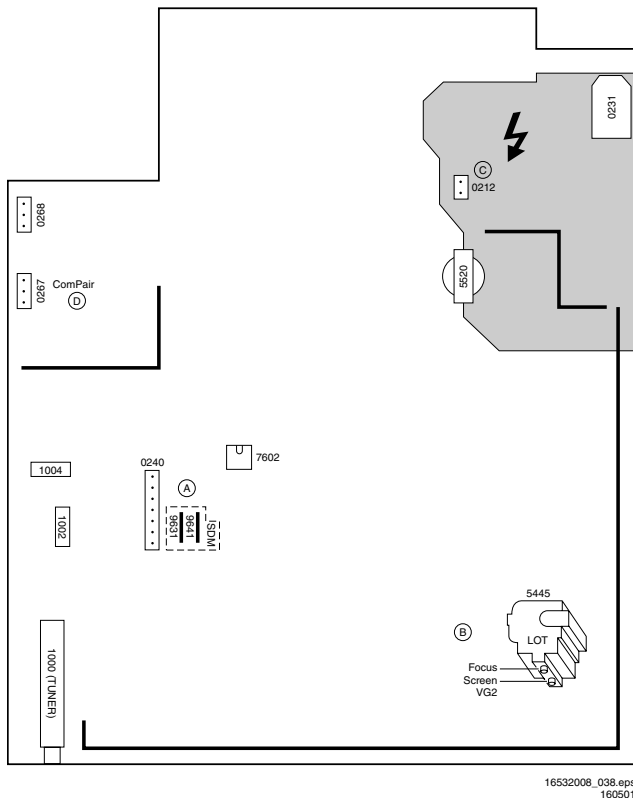

Abbildung 8-1
10. Die Kathode mit dem höchsten Gleichspannungswert  $V_{DC}$  für die Einstellung auswählen. Die Sperrpunktspannung  $V_{cutoff}$  dieses Elektronenkanonenstroms mit dem SCREEN-Potentiometer auf dem LOT (siehe Abb. 8-1) auf den korrekten Wert (siehe Tabelle unten) einstellen.
3. Das FOCUS-Potentiometer (siehe Abb. 8-1) so einstellen, dass die senkrechten Linien bei 2/3 von Ost und West in Höhe der Mittellinie die minimale Breite aufweisen, ohne dass eine Trübung sichtbar ist.